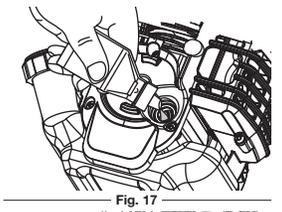

Fig. 17
4. Versez tout le contenu de la bouteille d'huile dans le carter-moteur (Fig. 17).